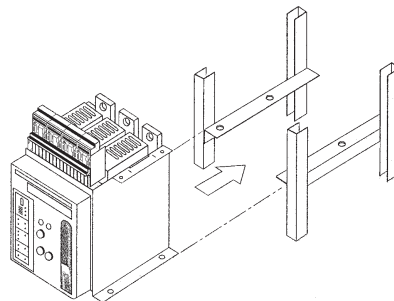

Fig. 4
10.1 Fixation d'un disjoncteur fixe sur plan horizontal (Fig. 4)
10.1 Interruptor fijo en plano horizontal (fig. 4)